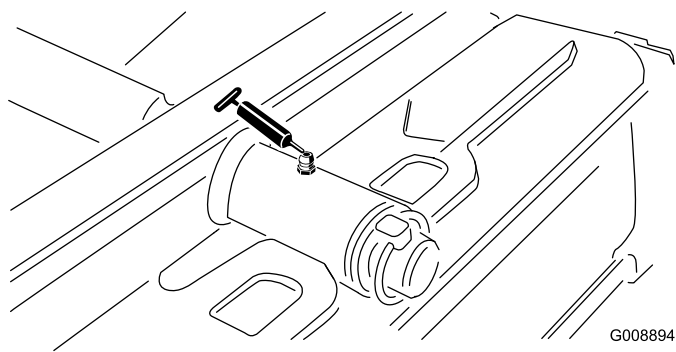

Рисунок 31
- Ось поворота заднего режущего блока (Рисунок 31)